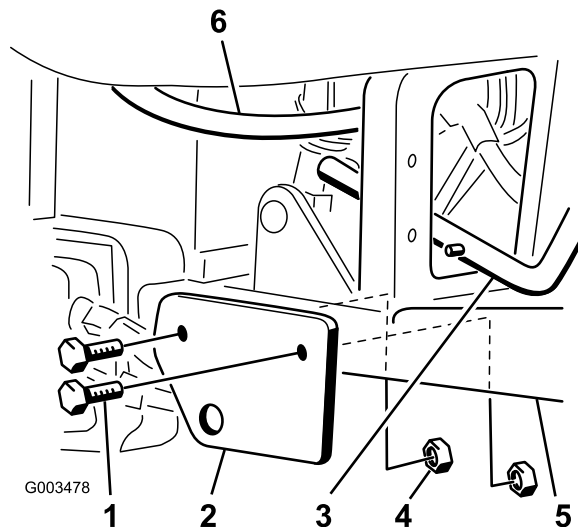

図 2
4. ボルト 2 本（ $(1/2 \times 3-1/4 \text{ in})$ ）と **薄い** ロックナット（ $1/2 \text{ インチ}$ ），を使って、図 2 のように、スカリファイヤの昇降ハンドル・アセンブリの取り付けブラケットを右側フットレスト・チューブに取り付ける。薄いロックナットを使うこと、また、ボルトの頭部が外を向くように取り付けること。
9. 昇降ハンドル・アセンブリと油圧ラインとの間に十分なすきまがあるかどうか点検する。油圧ラインが昇降ハンドルとこすれ合わないことを確認し、必要に応じて油圧ラインを調整する (図 2)。